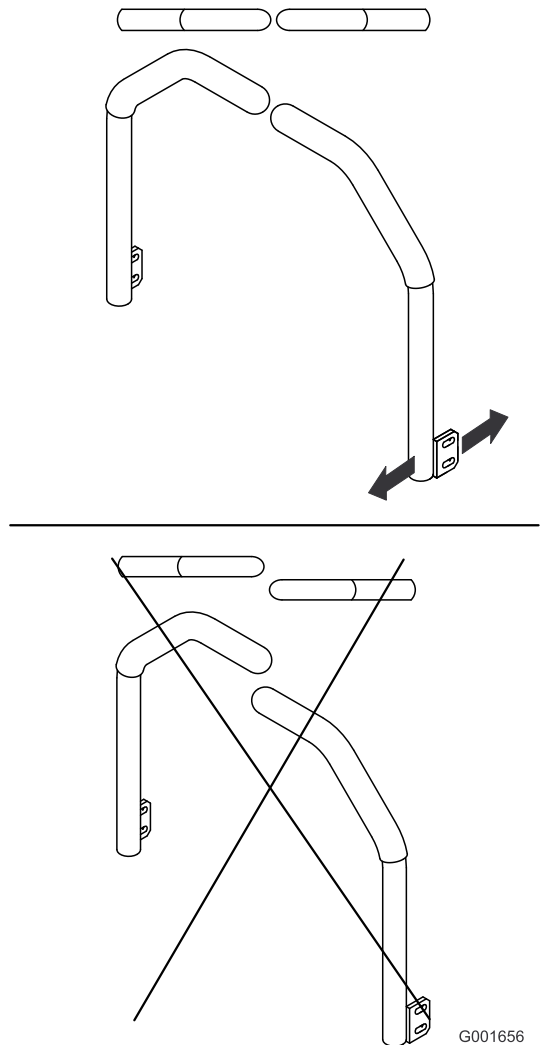

Figura 69
5. Ajuste as alavancas de controlo de forma a ficarem alinhadas (Figura 69) e aperte os parafusos, prendendo as alavancas às hastes.